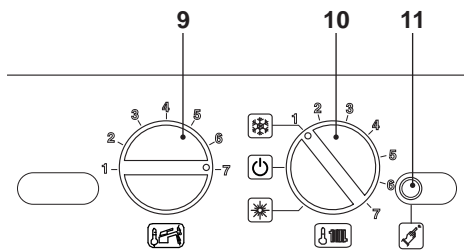
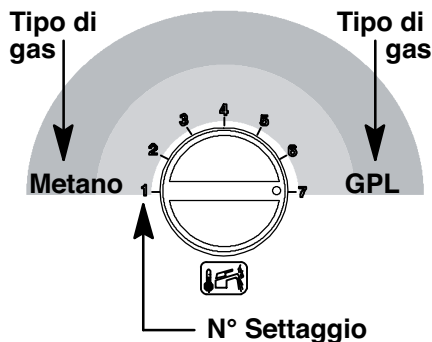

Figura 8.4
Figura 8.9
- Posizionare le manopole 9 e 10 come in Figura 8.4.
- Per settare il Tipo di gas bisogna entrare in programmazione premendo per 15 secondi il pulsante di ripristino 11 in Figura 8.4 fino alla comparsa del parametro P01 sul display LCD; sul display LCD compare la seguente visualizzazione (la sequenza P01 si alterna -- -- --).
- Premere il pulsante di ripristino 11 in Figura 8.4 per lo scorrimento dei vari parametri
Esempio: Se il tipo di gas di alimentazione è il GPL (G30-G31) e la caldaia è predisposta per il funzionamento con il gas Metano (G20) ruotare la manopola 9 in Figura 8.4 come in Figura 8.9.
- Premere il pulsante di ripristino 11 in Figura 8.4 per il raggiungimento del parametro **P06** valido per il settaggio del Tipo di gas (secondo livello); sul display LCD compare la seguente visualizzazione (la sequenza **P06** si alterna a **01**).
- Per cambiare il settaggio ruotare la manopola regolazione temperatura sanitaria 9 in Figura 8.4 e posizionarla sulla posizione prescelta vedi anche Figura 8.9.